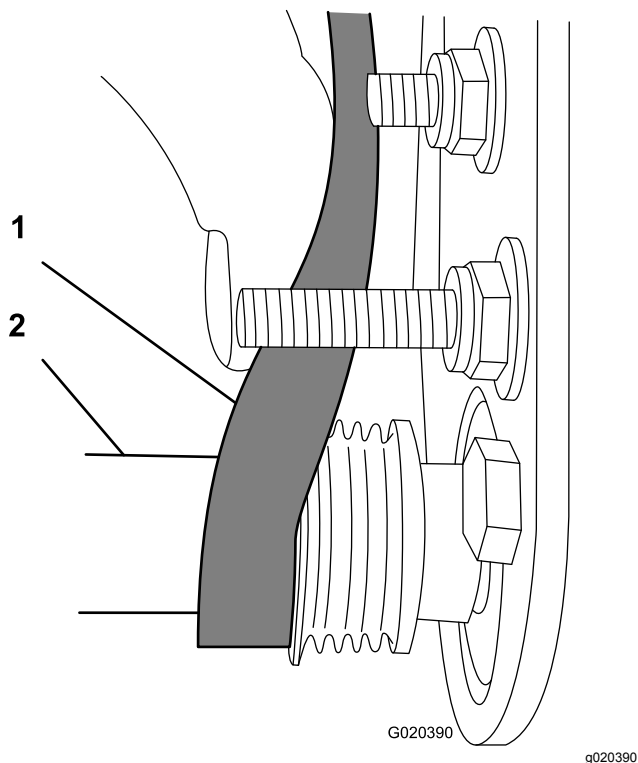

図 25
- C. 9/16" 深穴ソケットを使ってブラシアセンブリを回転させながら、ベルトを受動プーリに掛けまわす 図 25。